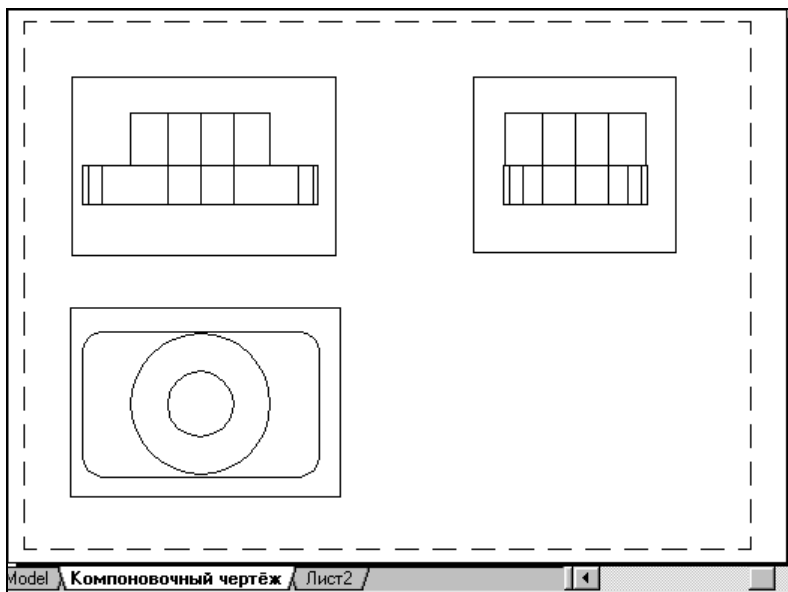

Рис. 8.5. Компоновка листа после создания ортогонального вида сверху и сечения на виде слева
8. Написать в командной строке имя будущего вида и нажать клавишу <Enter>. Будет создано сечение модели на виде слева (рис. 8.5).